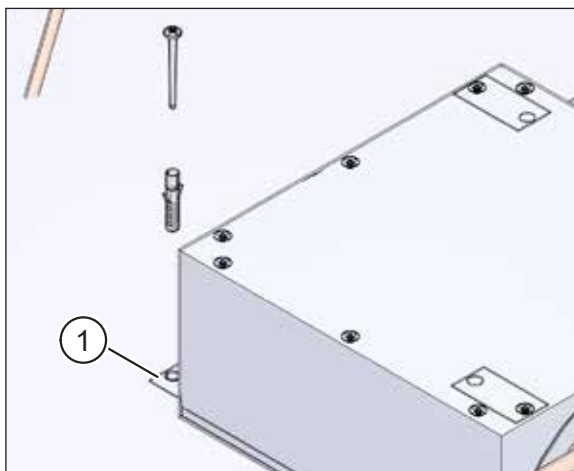
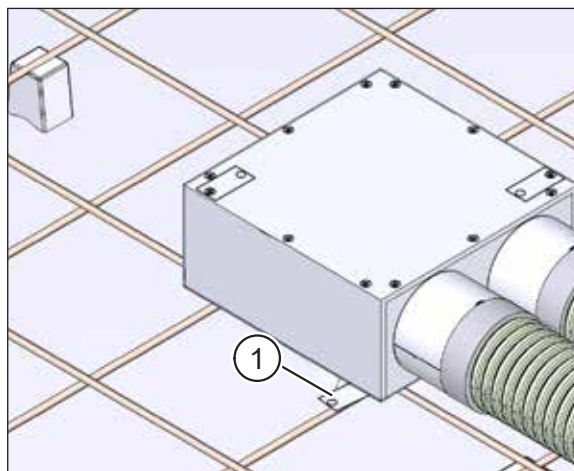

Fig. 17: Fixer le caisson de plafond en tôle d'acier sur les prédalles
Fig. 18: Fixer le caisson de plafond en tôle d'acier sur le béton coulé sur place
- Fig. 17: fixation sur les prédalles
- Fig. 18: fixation au ras du coffrage du plafond en béton coulé sur place (par ex. avec des serre-câbles ou du fil)
- Le caisson de plafond en tôle d'acier peut être fixé aux clips de retenue rétractables (pos. 1 dans Fig. 17 et Fig. 18).